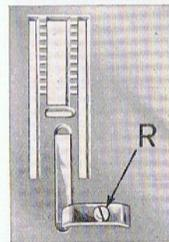

Abb. 70 Festschrauben der Stegklammer
**Einsetzen der Biesenstege.** In feiner Seide werden die Biesen unter Zuhilfenahme des Fußes für schmale Biesen (Nr. 5, Abb. 6) am besten *ohne Steg* genäht. Bei stärkeren Stoffen setzt man in den Stegschlitz der Stichplatte von unten her einen Steg ein (Nr. 6—8, Abb. 6) und befestigt diesen durch Anziehen der Schraube R, Abb. 70, der an der Unterseite der Stichplatte befindlichen Stegklammer, deren freies Ende auf den Steg drücken muß.